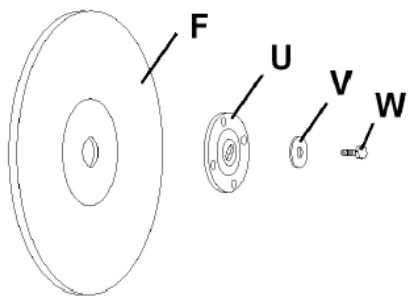

Fig. 7
Поднимите голову пилы до упора вверх и вращайте нижнюю защиту круга (E), чтобы открыть болт с шестигранной головкой (W), который крепит абразивный круг на оси. (Рис. 7).
**Использование тисков с быстрым разжимом** (Рис. 7)